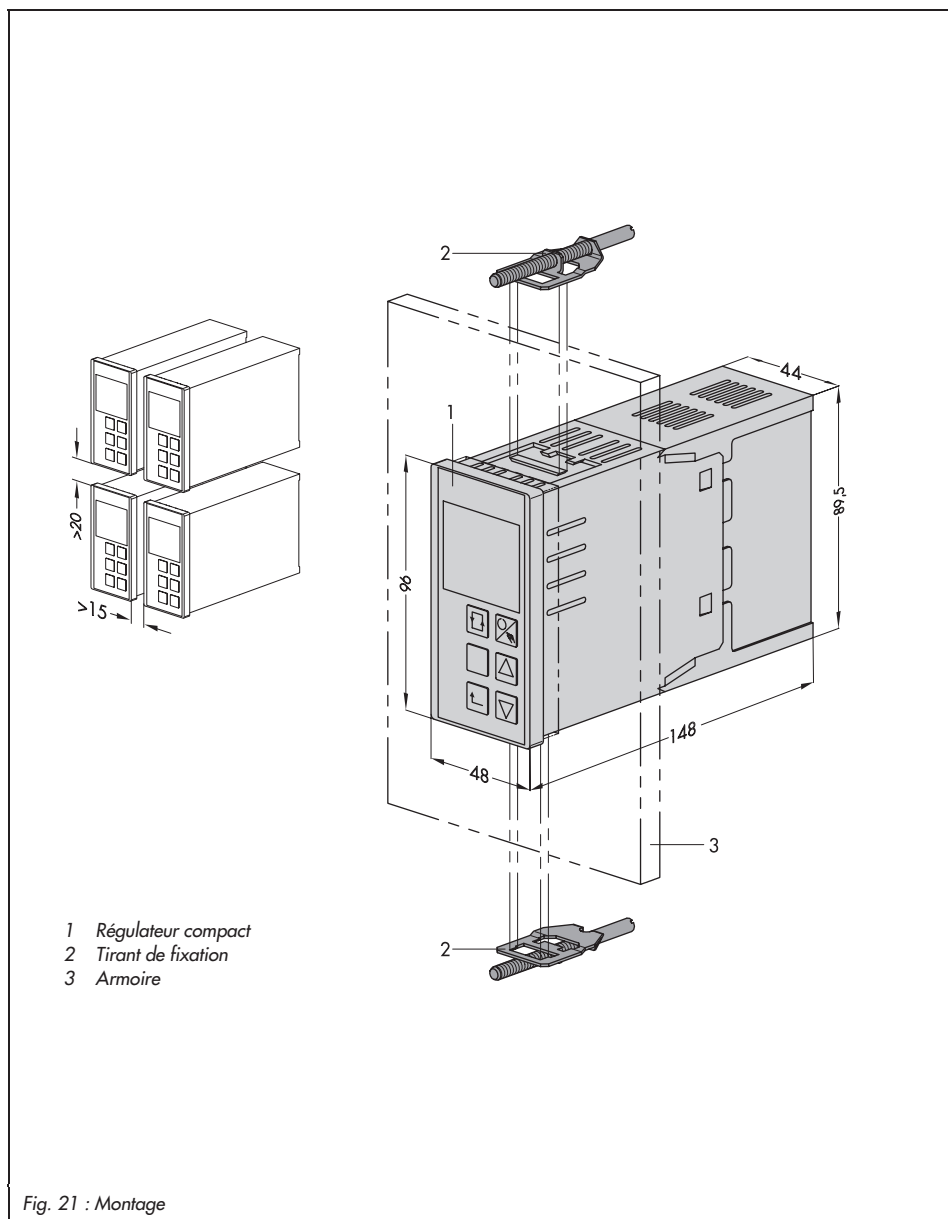

Fig. 21 : Montage
3. Positionner les tirants de fixation (2) inférieur et supérieur (fig. 21)